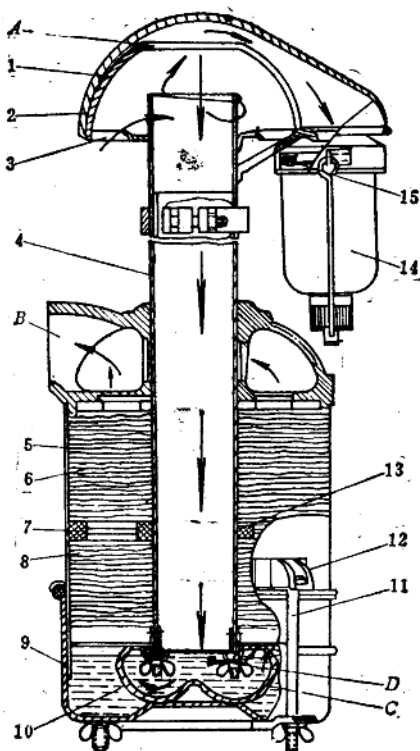
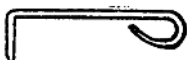

图 1-1 4125 A型柴油机空气滤清器
图1-3 清洁钩
这种空气滤清器为三级综合式（如图1-1），空气的
(2) 细滤部分。由中央进气管、油盘、油碗等组成。油碗上有上下两排油孔C和D (如图 1-1), 油盘和油碗中盛有机油。经粗滤后的空气沿中央进气管以很高的速度下行, 猛冲机油和油碗“ω”型球面后, 运动方向骤然改变为上行, 并产生旋涡运动, 此时一部分稍重的尘土因惯性力的作用, 来不及随空气反向被粘附在机油中, 即完成第二次滤清。在螺旋气流的冲击下, 油碗中的机油经上口和上排油孔被挤入油盘, 同时油盘中的机油又通过油碗下油孔进入油碗。部分随空气一起上升的细小油滴不断粘附住空气中的灰尘, 最后又落入油盘中去, 这样就增强了细滤器作用。
(3) 精滤部分。由装在中央进气管和壳体之间的饼状滤芯 (上、下滤网盘) 和内外密封圈等组成。经细滤后的空气带着部分机油油滴上行, 机油被粘附在滤网上, 空气在通
这个部分的保养不可忽略,应及时进行。每班保养时须清洗集尘杯。在尘土飞扬的环境下工作,凡是杯内尘土超过容积的 $\frac{1}{3}$ 时就应当清洗。集尘罩与罩帽之间的空间甚小,如图1-1中的A处易为麦秸、糠壳、尘土等堵塞,当堵塞面积达 $\frac{2}{3}$ 时,干式离心粗滤部分的滤清效率会降低80%以上,所以应及时清除。由于中央管道长,需用如图1-3所示的工具清除堵塞物。